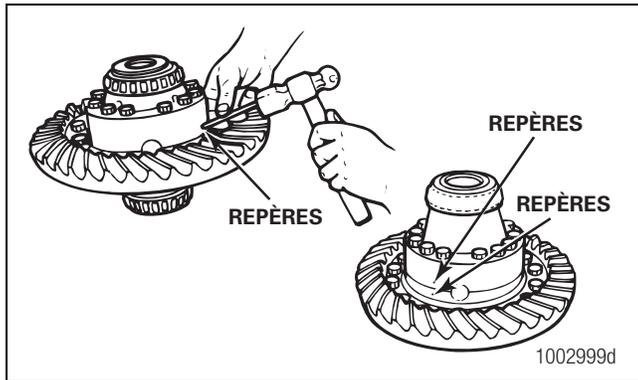

Figure 3.17
- Si les repères sur les demi-boîtiers de différentiel ne sont pas visibles, marquer chacun d'eux à l'aide d'un poinçon et d'un marteau. Figure 3.17.